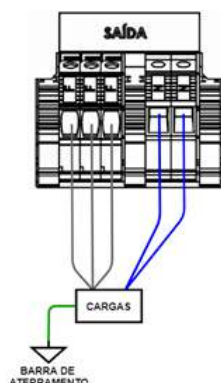

Figura 5.7: Instalação elétrica – conexão das cargas de 220V.
- Com uma chave de fenda apropriada para bornes, conectar os cabos de alimentação das cargas à saída do produto, nos bornes F e N do conjunto SAÍDA, conforme exemplificado na Figura 5.7.